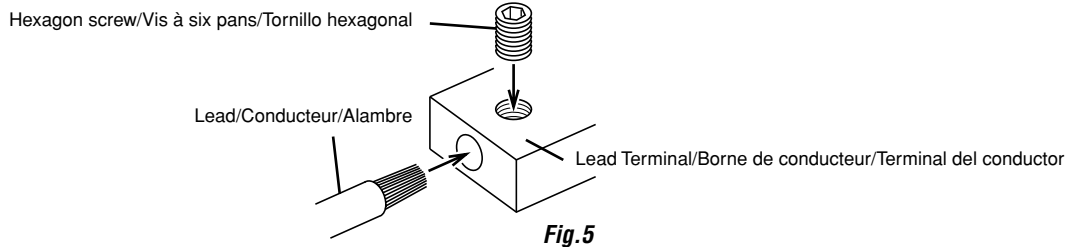

Fig. 5
3. Turn the screw attached to the terminal. Insert the exposed wire end into the lead terminal. Tighten the hexagon screw with the hex wrench (included), to fix the lead. (Fig. 5)
3. Tourner la vis fixée à la borne. Insérer le bout du conducteur exposé dans la borne du conducteur. Serrer la vis à six pans à l'aide d'une clé hexagonale (fournie), pour fixer le conducteur. (Fig. 5)
3. Girar el tornillo fijado al terminal. Inserte el extremo desnudo del alambre en el terminal del conductor. Apriete el tornillo hexagonal con una llave hexagonal (incluida), para fijar el alambre. (Fig. 5)